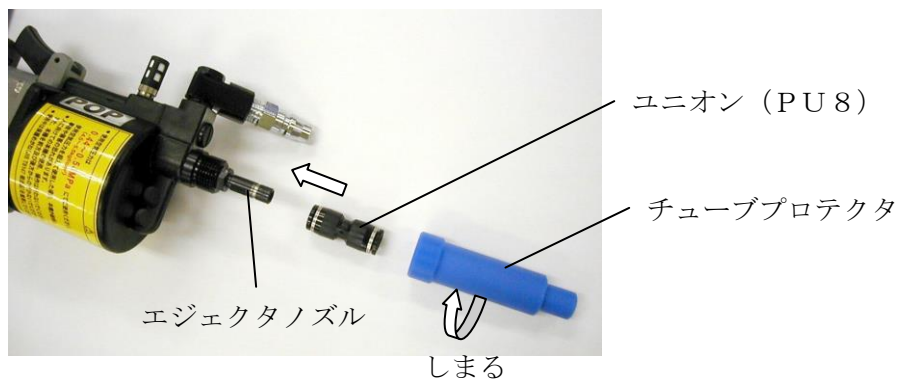

図4-1
- ① チューブプロテクタを外し、エジェクタノズルにユニオン（PU8）を差し込んだ後、再びチューブプロテクタを取り付けてください。（図4-1）